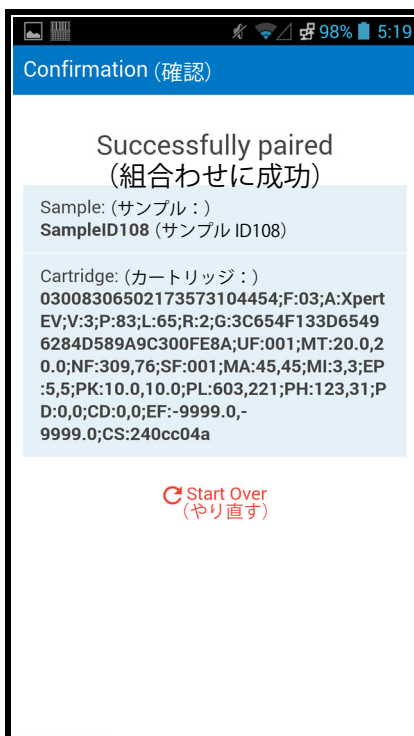

図 5-199. Cepheid Link の「確認」画面
- アリコートをスキャンする必要がなく、また確認が有効になっている場合、スキャナは「確認 (Confirmation)」画面（図 5-199 を参照）を表示するか、または、「サンプルをスキャン (Scan Sample)」画面に戻ります（図 5-191 を参照）。
- アッセイがアリコート用に設定されておらず、サンプルがアリコートに分けられていなかった場合、**スキップ (Skip)** を触り、アリコートのスキャン进行スキップします。アリコートをスキャンする必要がなく、また確認が有効になっている場合、スキャナは「確認 (Confirmation)」画面 (図 5-199 を参照) を表示するか、または、「サンプル进行スキャン (Scan Sample)」画面に戻ります (図 5-191 を参照)。
7. (オプション) 「確認 (Confirmation)」画面が有効になっている場合 (図 5-199 を参照)、スキャナに「確認 (Confirmation)」画面が表示されるか、または、「サンプル进行スキャン (Scan Sample)」画面に戻ります (図 5-191 を参照)。